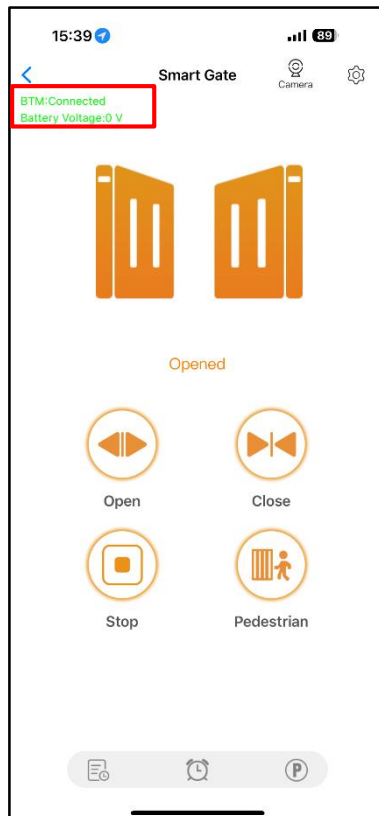

Fig 6
- ★ Gdy urządzenie jest offline lub telefon komórkowy nie ma sieci, jeśli użytkownik znajduje się w odległości 10 metrów od urządzenia i otworzy aplikację, automatycznie przełączy się ona w tryb Bluetooth, aby sterować urządzeniem. (Rys. 6)